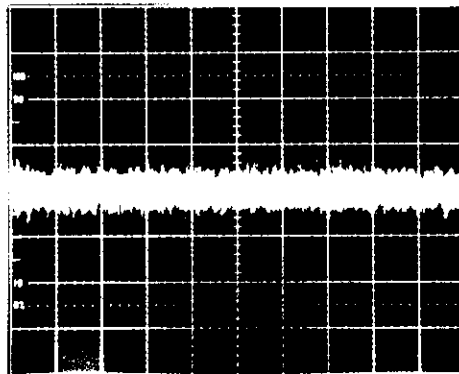

Fig. 8
4. Jetzt den Regler RV 503 so weit nach rechts drehen, bis die Wellenform gerade verschwunden ist (siehe Fig. 8).
4. Then turn the trimmer RV 503 to the right until the wave form is even (see figure 8).